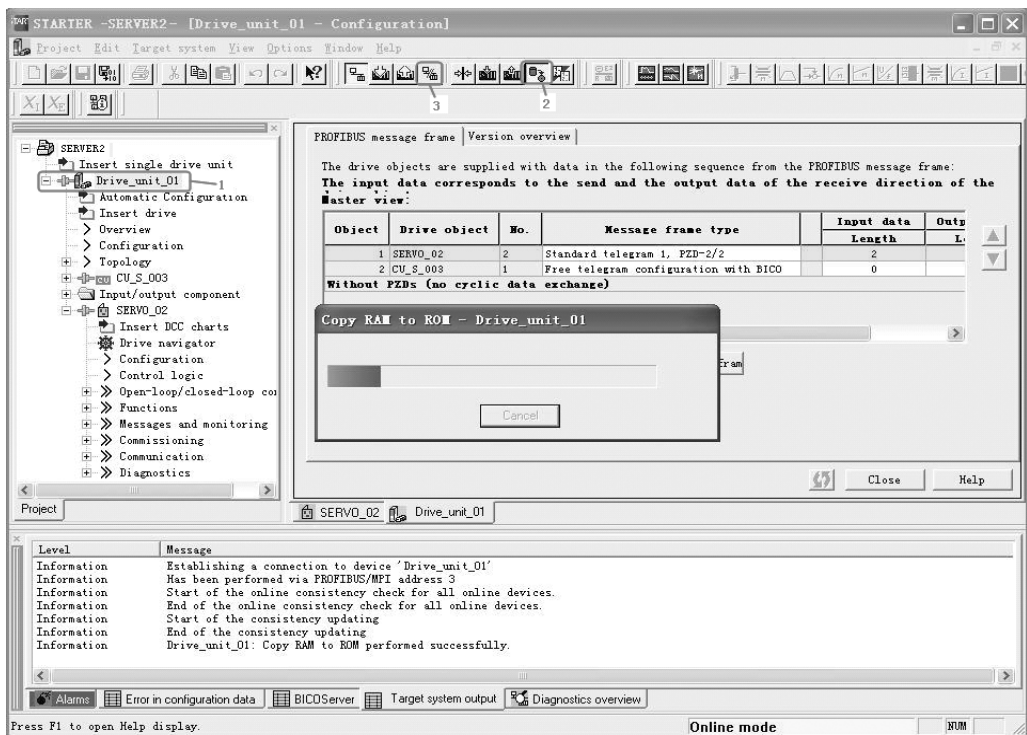

图 11-46 将 RAM 的数据复制到 ROM 中
⑦ 将 RAM 的数据复制到 ROM 中。先选中“Drive_unit_01”，再单击“Copy RAM to ROM”（将 RAM 的数据复制到 ROM）按钮，如图 11-46 所示。当数据复制完成后，再单击“Disconnect from target system”（离线）按钮，这样 PG 和 SINAMICS S120 通信连接断开。断电后，将两者的通信电缆拔下，再将 S7-300 的 DP 口与 SINAMICS S120 的 X22 口用屏蔽双绞线（含两只网络连接器）相连。
【关键点】图 11-46 中的通信报文设置与 S7-300 PLC 中的报文设置要一致，否则通信不能成功。此外，必须将 RAM 的数据复制到 ROM 中，否则设置的报文就不起作用。